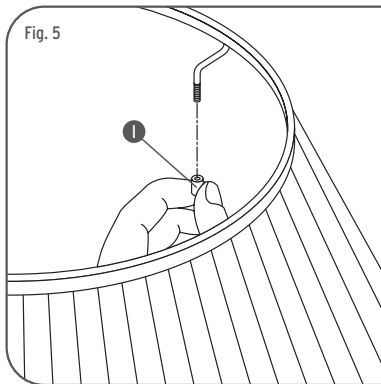
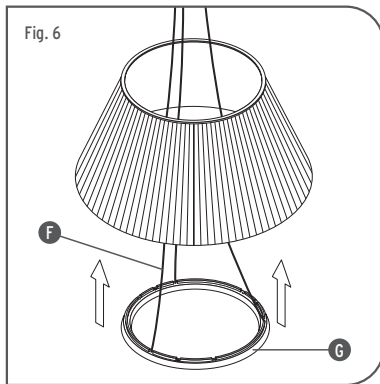

Fig. 5
Fig. 6
- <IT> Fig.5 Svitare i rullini di fissaggio (I). Fig.6 Inserire i cavi di sospensione (F) e l'anello di sostegno (G) all'interno della corona come mostrato in figura.
- <GB> Fig.5 Unscrew the attachment rolls (I). Fig.6 Insert the suspension cables (F) and the supporting ring (G) inside the crown as shown in the picture.
- <DE> Abb.5 Die kleinen Befestigungszylinder (I) aufschrauben. Abb.6 Hängekabel (F) und Trägerring (G) in den Kranz einführen, so wie in der Abbildung gezeigt.
- <FR> Fig.5 Dévisser les petits rouleaux de fixation (I). Fig.6 Insérer les câbles de suspension (F) et l'anneau de soutien (G) à l'intérieur de la couronne comme montré sur la figure.
- <ES> Fig.5 Desenrollar los carretes de fijado (I). Fig.6 Introducir los cables de suspensión (F) y el anillo de soporte (G) en el interno de la corona como indicado en la figura.
- <PT> Fig.5 Desaparafusar os rolos de fixação (I); Fig.6 Inserir os cabos de suspensão (F) e o anel de sustentação (G) dentro da coroa como mostrado na figura.
- <RUS> Рис.5 Отвинтить стопорные ролики (I). Рис.6 Вставить подвесные тросы (F) и опорное кольцо (G) вовнутрь короны, в соответствии с рисунком.